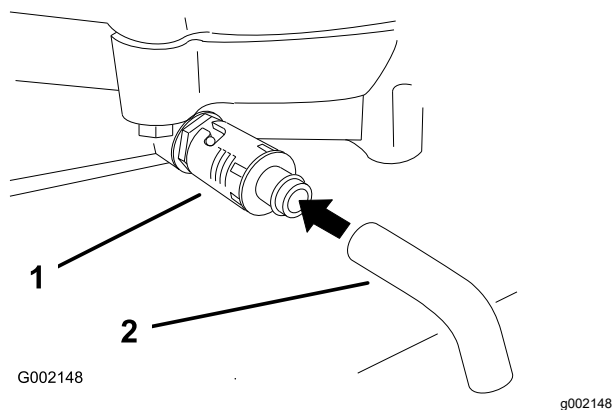

Figura 22
4. Collocate una bacinella sotto lo spurgo. Girate la valvola di spurgo dell'olio per lasciar defluire l'olio (Figura 22).